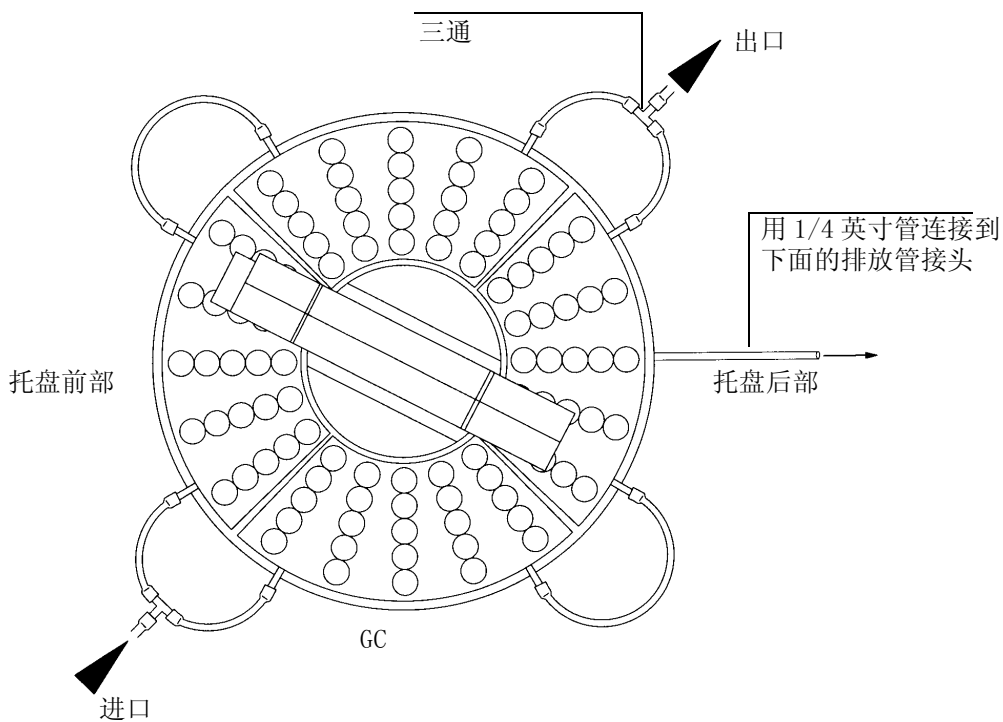

图 12 扇形托盘管线连接
2. 如图 12 所示，用一段内径 1/4 英寸 (6.35 mm) 的管子连接扇形体托盘。